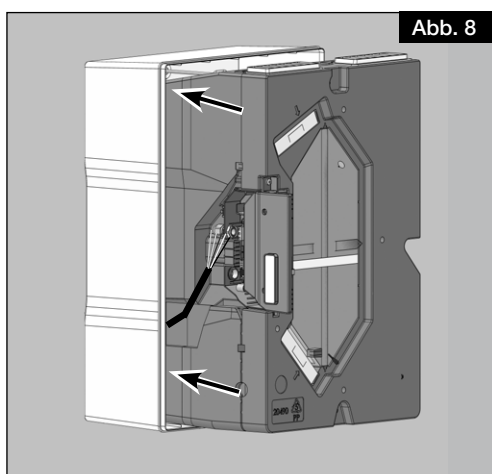

Abb. 8
3. Das Gerät bis zur Hälfte in das Aufputzgehäuse einschieben, so dass die Netzleitung angeschlossen werden kann (siehe Abb. 8).